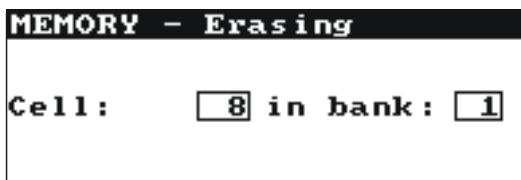

Ilustración25. Borrado de una célula de la memoria: 1 – número del banco, 8 – número de la célula, 1 – banco con al menos una célula ocupada, 8 – célula ocupada
- con las teclas **▲** y **▼** seleccione el número del banco, y usando las teclas **◀** y **▶** el número de la célula, que quiere borrar (Ilustración25)